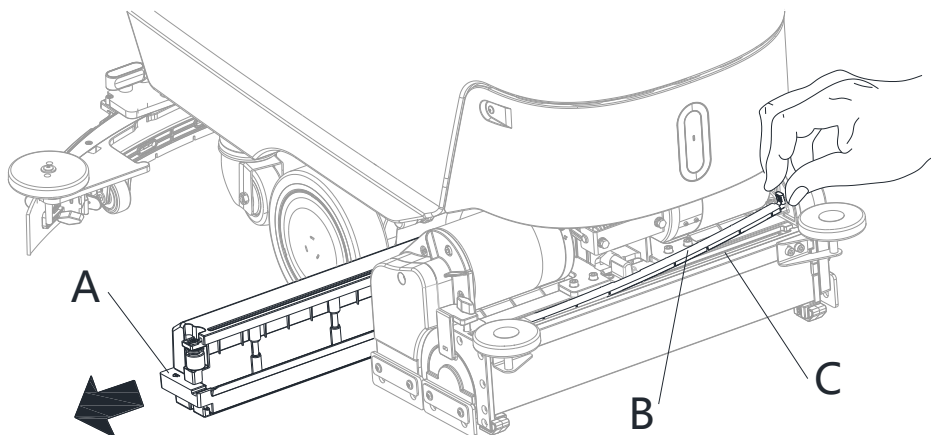

Abb. 17
3. Ziehen Sie den Kehrgutbehälter (A, Abb. 17) von der Seite ab, reinigen Sie ihn sorgfältig und setzen Sie ihn wieder auf das Deck. Es empfiehlt sich die Reinigung am Schichtende.
4. Die Gummiabdeckung (B) hochziehen und die Ableitvorrichtung (C) reinigen, um sicherzustellen, dass nicht alle Löcher verstopft sind. Die Gummiabdeckung (B) nach der Reinigung wieder anbringen.